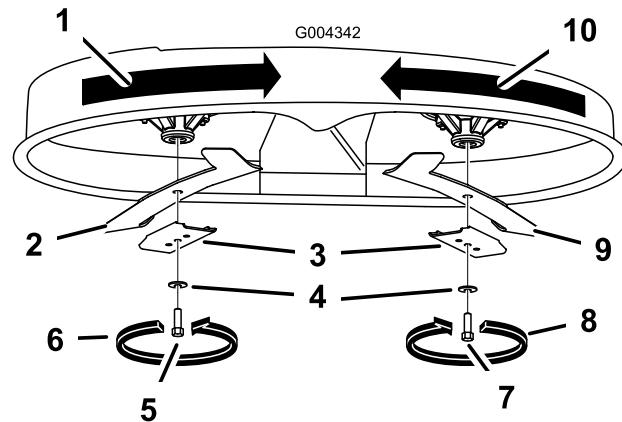

Bild 49
Halten Sie das Ende des Messers mit einem stark wattierten Handschuh oderwickeln Sie einen Lappen um es herum. Entfernen Sie die Messerschraube, Wellenscheibe, Messerverstärkung und das Messer von der Spindelwelle (Bild 49).
1. Setzen Sie das Messer auf die Spindelwelle (Bild 49).
2. Montieren Sie die Messerverstärkung, die Wellenscheibe (Schalenseite zum Messer) und die Messerschraube (Bild 49).